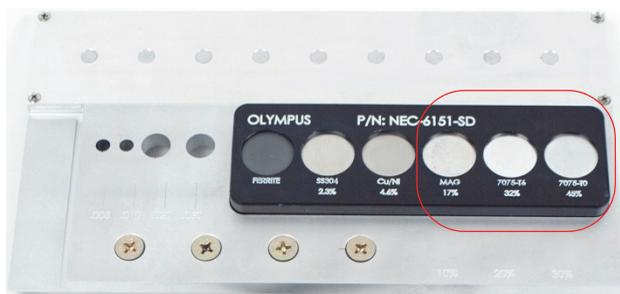

Рис. 5-79 Часть образца, используемая для расчета электропроводности
6. Установите преобразователь на проводящий образец 45 % (см. Рис. 5-79 на стр. 196), затем нажмите и удерживайте клавишу A-LIFT NULL (⊕) для активации функции автоматического отрыва.